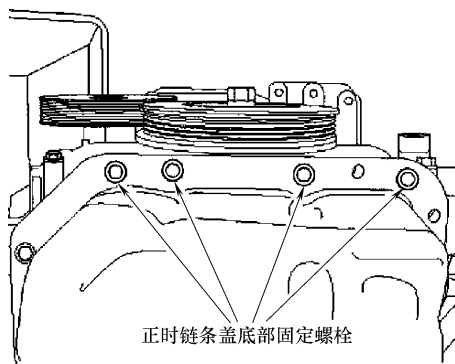

图 19-24 安装正时链条盖底部固定螺栓
15) 如图 19-24 所示, 安装正时链条盖底部固定螺栓并紧固。